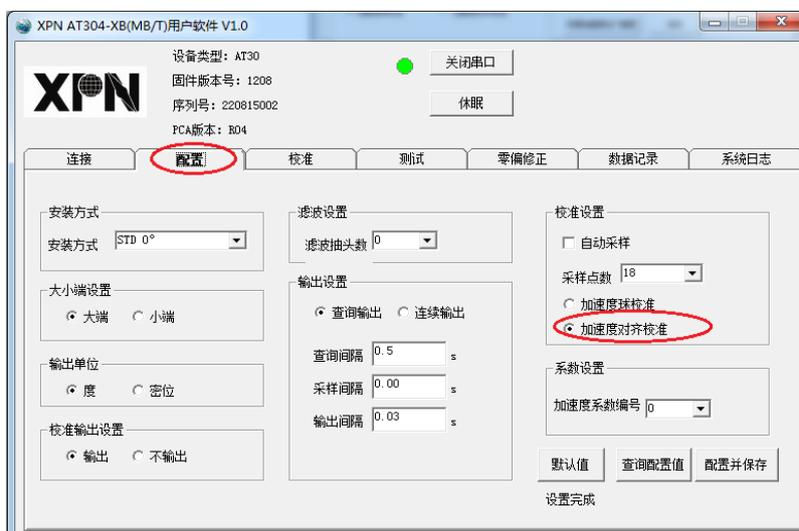

图 7-2-1
(1) 在“配置”页面按照图 7-2-1 所示配置，点击“配置并保存”按钮，保存成功后界面显示：设置完成。